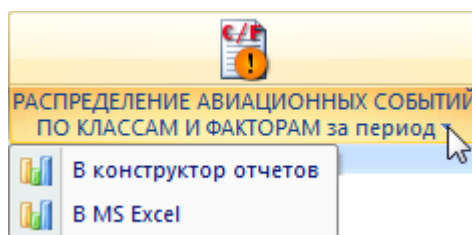

Рис. 13-453 – Выпадающее меню кнопки
- 2) В рабочем окне «Авиационные события» открыть вкладку «Отчеты» и выбрать необходимый отчет (рис. 13-453).